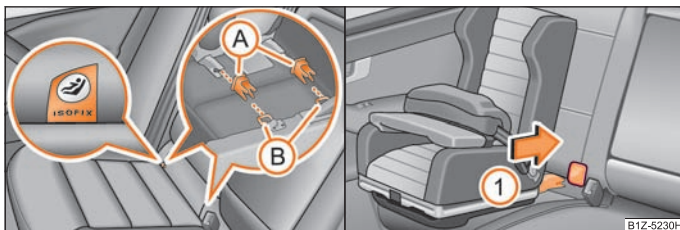

Fig. 109 Occhielli di ritegno (sistema ISOFIX) / Introduzione del seggiolino ISOFIX negli adattatori precedentemente montati
Tra lo schienale e il cuscino del sedile lato passeggero sono disposti due occhielli di ritegno\* per il fissaggio di un seggiolino per bambini con il sistema "ISOFIX". Sui sedili posteriori esterni, gli occhielli di ritegno si trovano sotto l'imbottitura. Le ubicazioni sono sempre segnalate da cartellini con la scritta "ISOFIX" ⇒ fig. 109 - lato sinistro.
- Innestare gli adattatori (A) sugli occhielli di ritegno (B) tra lo schienale e i cuscini dei sedili ⇒ fig. 109.
- Introdurre i bracci di arresto del seggiolino negli occhielli di ritegno in direzione della freccia ① fino ad avvertire lo scatto in posizione ⇒ fig. 109.